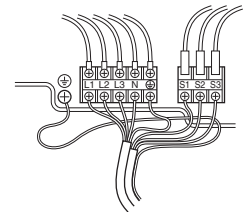

Fig. 6-2
6.1. Εξωτερική μονάδα (Fig. 6-1, Fig. 6-2)
- ① Αφαιρέστε το πλαίσιο συντήρησης.
- ② Συνδέστε τα καλώδια που αναφέρονται στην Fig. 6-1 και στην Fig. 6-2.